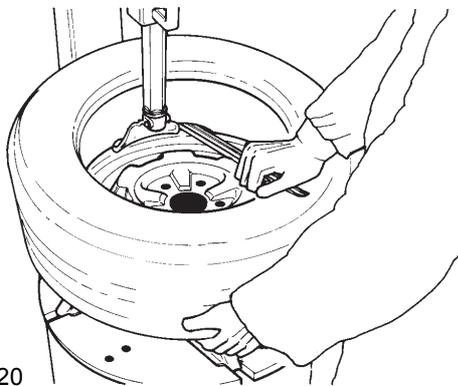

Fig.20
H. Repeat the process for removing the lower bead. This time, lift the bead opposite to the mount/demount head to keep it in the drop center (Fig.20). Move the swing arm aside and remove the tire.
H. Démontez le deuxième talon en exécutant les mêmes opérations. Soulevez le pneu de la main gauche dans une position opposée à l'outil pour maintenir le talon dans le creux (Fig.20). Déplacez le bras déporté latéralement et enlevez le pneu.